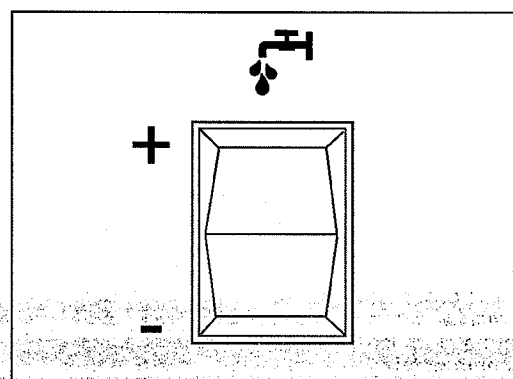
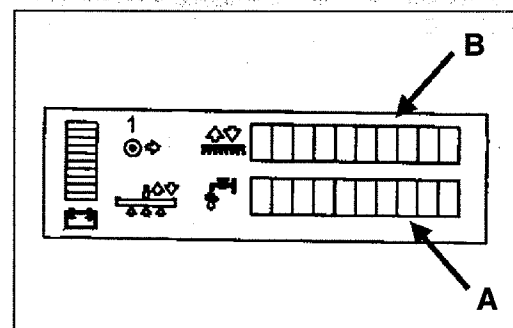
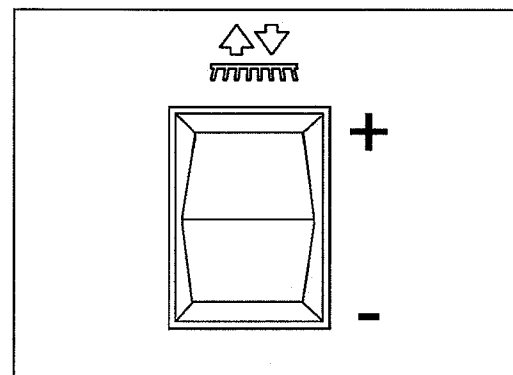

Figura 26
Figura 27
Figura 28
La solución se usa para aflojar y quitar la suciedad del piso. La cantidad de solución que se aplica se puede ajustar en cinco niveles diferentes para que se adapte a muchas condiciones de pisos diferentes. Estos niveles diferentes aparecen en la pantalla de cristal líquido ubicada en el frente de la máquina. Para ajustar la cantidad de solución a aplicar, use el Interruptor del flujo de solución (figura 26). **NOTA: Existen cinco configuraciones diferentes en la pantalla. Consulte la figura 27, A.**
1. Oprima el lado “+” del interruptor (figura 26).
1. Oprima el lado “-” del interruptor (figura 26).
Los cepillos se usan para agitar la solución, lo cual mejora el proceso de limpieza. La presión de cepillo que se aplica se puede ajustar en cinco niveles diferentes para que se adapte a muchas condiciones de pisos diferentes. Estos niveles diferentes aparecen en la pantalla de cristal líquido ubicada en el frente de la máquina (figura 27, B). Para ajustar la cantidad de presión de cepillo, use el interruptor arriba/ abajo del cepillo (figura 28).
1. Presione el lado “+” del interruptor (figura 28).
1. Presione el lado “-” del interruptor (figura 28).